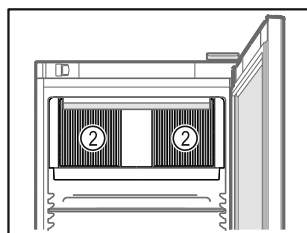

Fig. 74
- ❑ Mantenere libere le fessure di ventilazione Fig. 74 (2) della ventola di ricircolo nel vano interno.